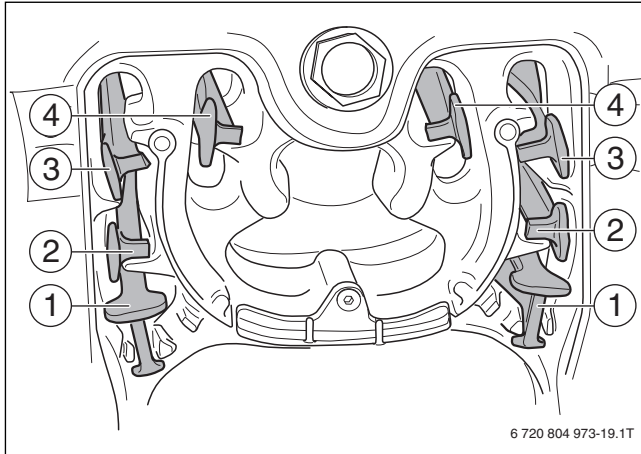

Bild 36 Heizgaslenkplatten 18, 22, 30 kW
- ▶ Vor der Inbetriebnahme sicherstellen, dass sich die Heizgaslenkplatten in der dargestellten Position befinden (→ Bild 36 & 37):